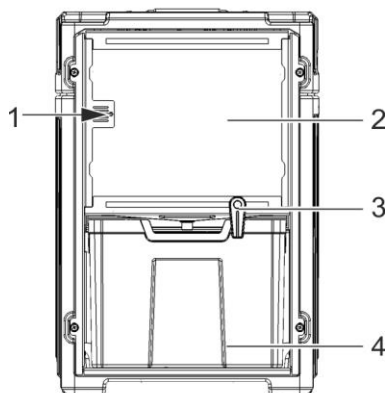

Abb. 2: Luftentfeuchter Serie AD 40 (Rückansicht)
Der Wasserauffangbehälter befindet sich im Luftentfeuchter (Abb. 2, Pos. 4). Der Füllstand des Wasserauffangbehälters wird über einen Schwimmer gemessen und der Luftentfeuchter ausgeschaltet, wenn der Behälter voll ist.
1. Lösen Sie die Verriegelung des Wasserauffangbehälters an der Eimerverriegelung (Abb. 2, Pos. 3 auf Seite 10).
4. Befestigen Sie den Kondensatablaufschauch am Kondensatablaufstutzen (Abb. 2, Pos. 7) und sichern Sie ihn mit einer Schlauchschelle.